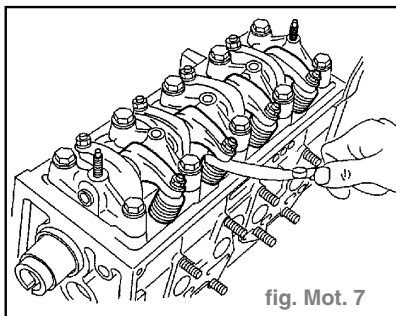

fig. Mot. 7
- Contrôler avec une jauge d'épaisseur le jeu entre culbuteur et soupape. (fig. Mot. 7)